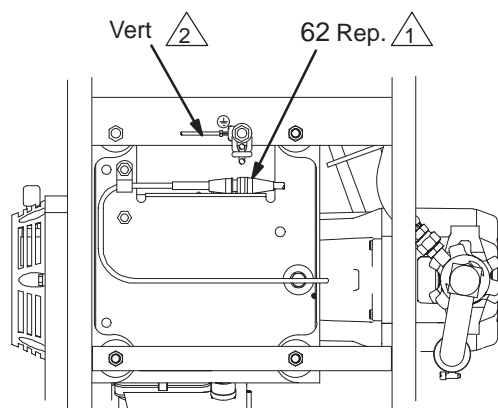

Fig. 13
2. Fig. 13. Débrancher tout le câblage nécessaire.
3. Fig. 13. Brancher tout les câbles nécessaires.